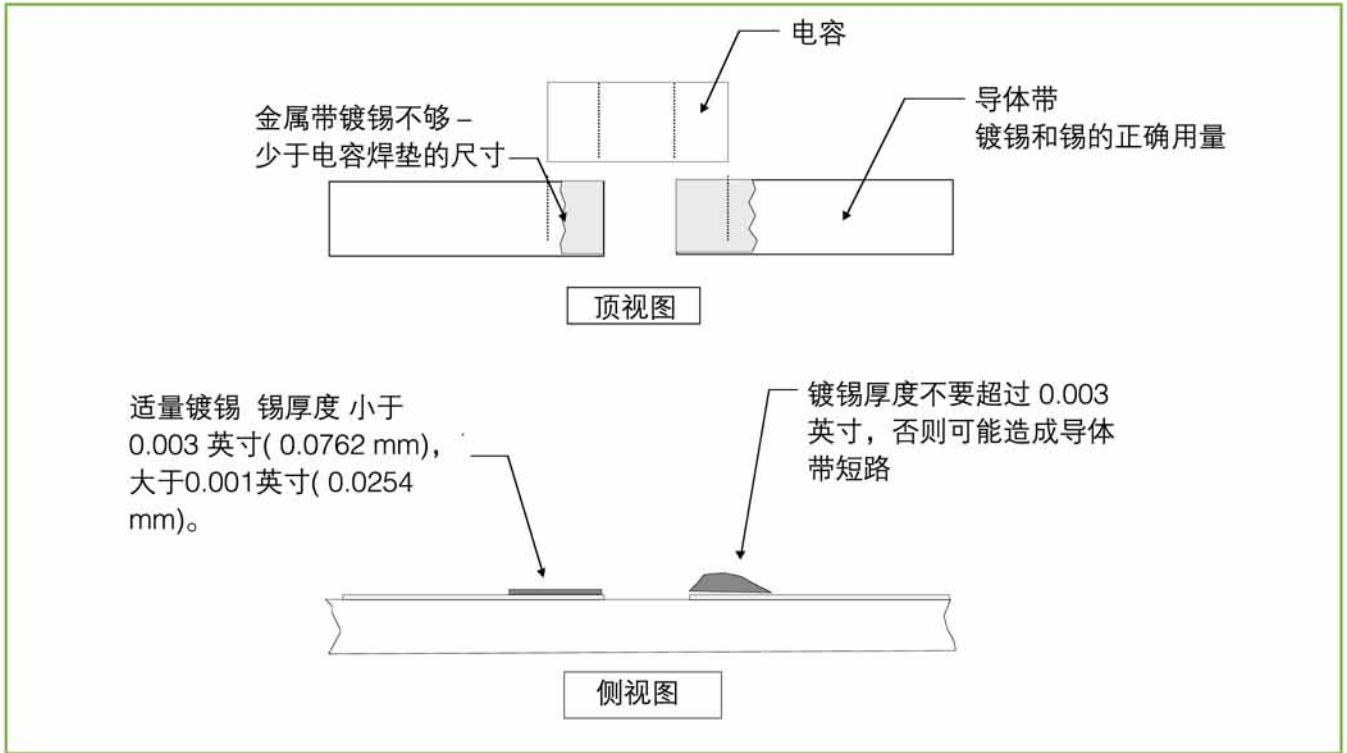

图1 焊接电容之前导体带以回流焊镀锡和锡的合适厚度。
的焊锡丝) 或回流 (焊锡膏) 到金属带上。(见图1)
- 7) 镀锡以后，用合格溶剂和清洗刷来清洁焊点。检查焊点确保焊锡多少合适。(见图1) 然后跳到第11步。